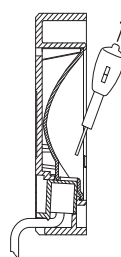

Abb. 4
- Stiftkontakte der Anschlussleitung hörbar in Stiftgehäuse einrasten (Abb. 4).